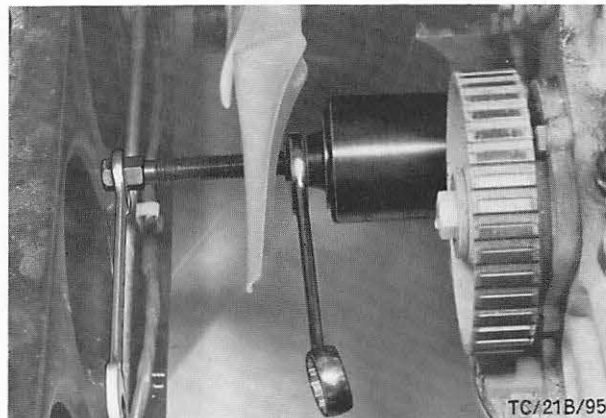

Abb. 292 Radialdichtring mit Spezialwerkzeug 21-009-A einziehen
4. Neuen Radialdichtring (Dichtlippe leicht eingeölt) mit Spezialwerkzeug 21-009-A einziehen, Abb. 292, und Zahnriemenrad-Kurbelwelle aufschieben.